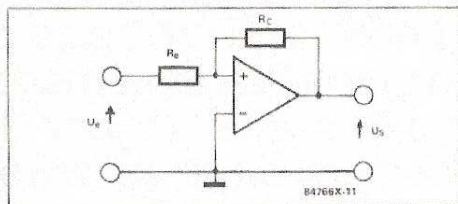
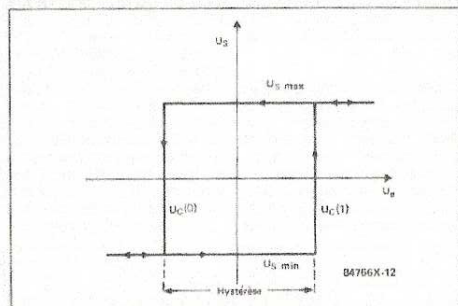
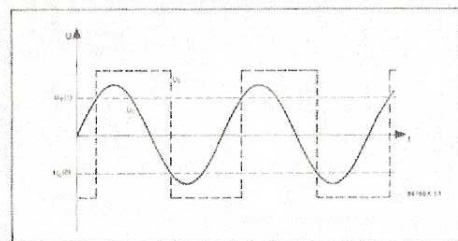

Figure 4 - Sur le circuit en trigger de Schmitt, les « mouvements » de la sortie de l'amplificateur opérationnel sont « bridés » par la résistance de réaction.
Figure 5 - Les seuils de basculement de la sortie d'un trigger de Schmitt ne sont pas les mêmes selon que la tension d'entrée monte ou descend.
Figure 6 - La transformation d'une onde sinusoïdale en onde carrée par un trigger de Schmitt.
Figure 5 - Le premier des montages fondamentaux de l'amplificateur opérationnel : l'amplificateur non-inverseur. Grande impédance d'entrée, faible impédance de sortie, simplicité, faible consommation. C'est un article que nous avons au catalogue depuis très longtemps et qui est toujours très demandé. Il vous fera de l'usage, n'hésitez pas à en prendre plusieurs.
Figure 6 - Le modèle économique en composants : pas de résistance, gain unitaire garanti. Contrairement au transistor monté en suiveur, il présente une limitation de l'intensité en sortie, ce qui peut se révéler utile dans certains cas.
La **bande passante** du montage de la figure 5, amplificateur avec contre-réaction de gain 10, est représentée en pointillés sur la figure 3. Elle s'étend bravement de 0, soit le continu, jusqu'à 80 kHz. Au-delà le gain est limité par construction.
Nous venons d'inventer le suiveur de tension de la **figure 6**, cas particulier de l'amplificateur non-inverseur de la figure 5, al-
Figure 4 - Le montage pratique d'un 741. Parmi les qualités de ce circuit intégré, il faut citer la solidité. Il accepte à peu près tous les mauvais traitements, jusqu'à l'inversion des tensions d'alimentation. Pas longtemps, bien sûr, et il ne fonctionne pas dans ces conditions ; mais si l'épreuve est de courte durée, il refonctionne aussitôt refroidi. Une bénédiction pour les expérimentateurs distraits !
Figure 5 - Le schéma interne du 741. On y trouve des explications sur la cause du décalage de tension en entrée, mais aussi sur l'impédance de sortie et les tensions de déchet.
la figure 4. Vous pouvez utiliser pour cela l'alimentation symétrique du n°16 et le testeur d'amplificateurs opérationnels de ce numéro.
Le montage de la figure 4 est un amplificateur inverseur de gain 10, correspondant à l'exemple utilisé jusqu'ici. Ne montez pas le potentiomètre pour l'instant. Vous reliez l'entrée du montage à la masse et, armé de votre multimètre, vous constatez que... la tension en sortie n'est pas nulle. Pourtant elle devrait l'être en théorie. L'explication est simple : le circuit intégré est constitué de transistors qui ne sont pas rigoureusement identiques, entourés de résistances dont la tolérance n'est pas nulle. La tension que vous lisez en sortie est le résultat de la multiplication par 10 (le gain du montage) de la tension de décalage en entrée (offset). Ce décalage est inévitable et les fabricants ont prévu différentes façons de nous en affranchir, pour les applications où une précision extrême est recherchée.
rences différentes les meilleurs circuits intégrés, avec des caractéristiques garanties. Pour le tout-venant, la solution consiste à compenser le décalage par un décalage des sources de courant internes du circuit intégré. Reportons-nous à la figure 5. Il s'agit du schéma interne de notre bon vieux 741. Les transistors Q_5 et Q_6 sont deux sources de courant constant qui constituent les charges des transistors d'entrée Q_1 et Q_2 . Nous nous écartons ici du modèle d'étage différentiel du début : la source de courant constant est installée dans les collecteurs et la charge dans le circuit d'émetteur. Il ne faut pas en vouloir aux concepteurs du 741, qui n'avaient pas le *flex* : il ne faut pas nous en vouloir non plus, car le fonctionnement de notre modèle est plus facile à expliquer que celui du circuit intégré.
aussi : les charges de Q_1 et Q_2 sont des sources de courant constant caractérisées par les résistances (intégrées) R_1 et R_2 . Les bornes de ces résistances qui sont reliées aux émetteurs sont accessibles par les broches 1 et 5, les autres par la broche d'alimentation négative (4). Faute d'avoir les doigts assez fins et des outils assez précis pour remplacer les résistances par d'autres de valeur légèrement différente, nous pouvons brancher un potentiomètre entre les bornes 1, 5 et 4, comme sur la figure 4.
Une différence de tension infime provoque immédiatement le basculement de la sortie du comparateur, ce qui peut être gênant quand elle commande par exemple un relais dans un thermostat. Le relais risque de battre sans arrêt lorsque la température est proche de la consigne, c'est-à-dire lorsque la tension mesurée est très proche de la tension de référence. La solution est apportée par le montage du comparateur en **trigger de Schmitt**. C'est le montage de la figure 4.
C'est cet écart entre le seuil de basculement haut et le seuil de basculement bas qu'on appelle **hystérésis**. La figure 5 montre que les changements d'état de la sortie sont en **retard** sur les changements de tension entre les entrées. La zone « morte », dans laquelle la tension d'entrée peut évoluer sans provoquer de changement d'état de la sortie, permet d'éviter au relais de notre thermostat de vibrer en permanence. Sa largeur est déterminée par le rapport du diviseur de tension R_E/R_C .
Le comparateur avec trigger de Schmitt est utilisé pour remettre en forme des signaux perturbés par des parasites, ou pour transformer un signal sinusoïdal en un signal carré. Sur le diagramme de la figure 6, les traits pointillés horizontaux représentent les seuils de basculement réels, compte-tenu de l'hystérésis.
L'addition de deux tensions, par l'additionneur inverseur de la figure 1 ou par l'additionneur non inverseur de la figure 3, se fait toujours sur une seule des entrées de l'amplificateur. Le montage de la figure 4 est un amplificateur différentiel ou montage soustracteur. Il utilise les deux entrées de l'amplificateur opérationnel, contrairement aux exemples précédents.
Prenez le circuit de la figure 4, ajoutez celui de la figure 3, puis celui de la figure 1, agitez, coupez ce qui dépasse, et vous obtenez le circuit de la figure 5.